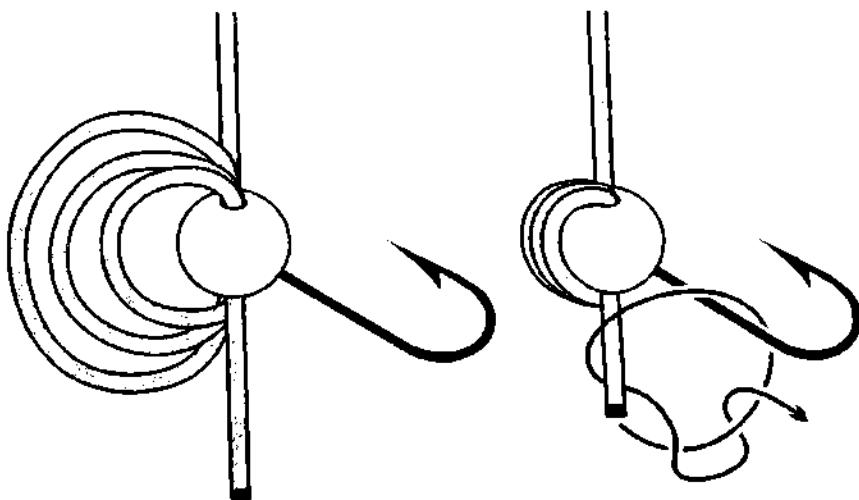

Рис. 709. Шлаговый узел.
**Шлаговый узел**, используемый как узел для крепления верёвки к опоре (рис. 509), наглядно демонстрирует надёжность большого количества шлагов (рис. 709). Чем больше шлагов, тем надёжнее леска сцепляется с телом мормышки. Если позволяет диаметр отверстия в теле мормышки, леска пропускается через него 2-4 раза. Фактически одних шлагов без всяких узлов достаточно для привязывания мормышки к леске, но для большей надёжности с помощью *простого* или *двойного простого узла* свободный конец лески фиксируется на основании крючка. Шлаги выполняют роль основного узла, а *простой узел* – контрольного. **Шлаговый узел** простой, легко вяжется, и самое главное, шлаги совсем не ослабляют прочность лески. Единственное препятствие для завязывания узла может быть в том, что диаметр отверстия в теле мормышки может не позволить пропустить леску несколько раз.